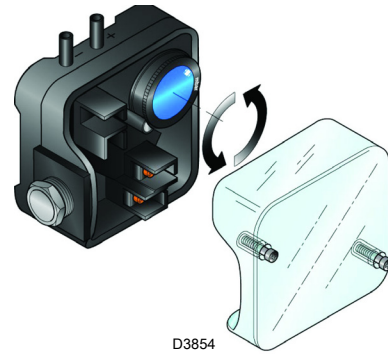

图 30
- 调节风压开关至 (图 30) 量程的起始位置。
上述调整结束后，开始设定风压开关，此前风压开关已经置于量程开始位置（图 30）。